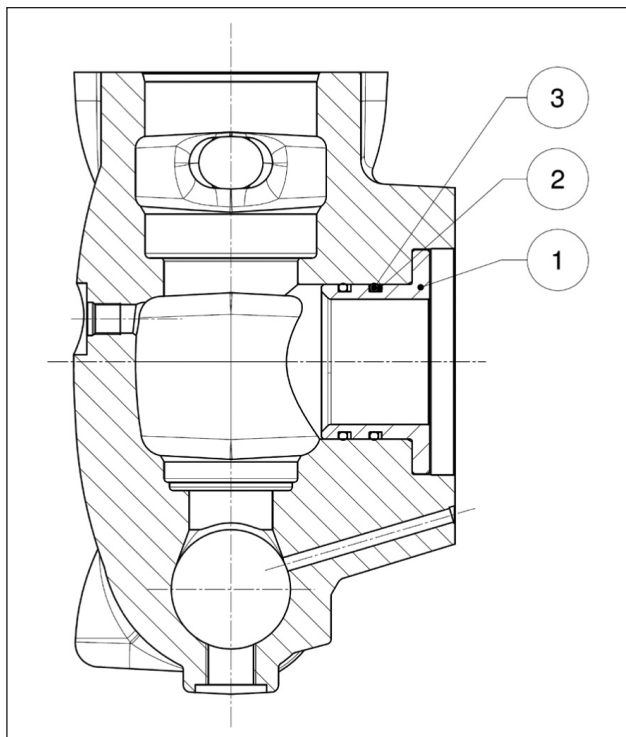
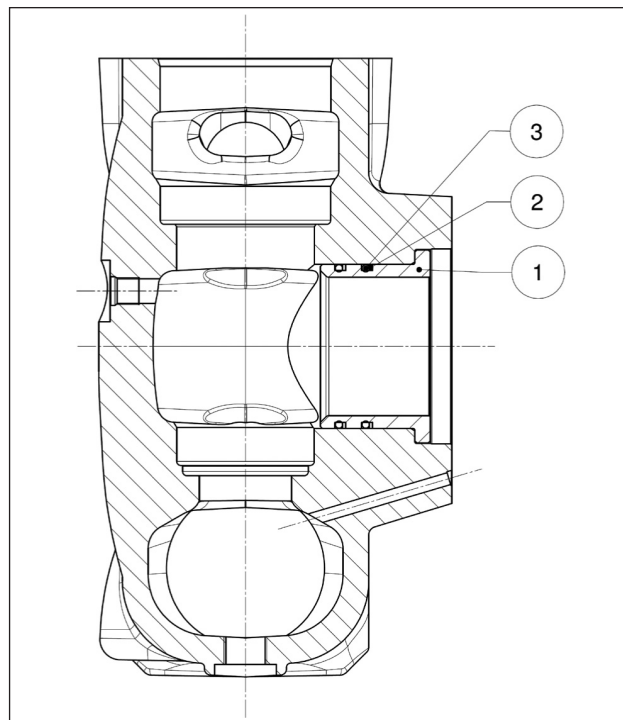

Fig. 148
Fig. 149
La cabeza ya trabajada se ha de ensamblar mediante la introducción de los casquillos (pos. ①) con anillas anti extrusión (pos. ②) y las juntas tóricas (pos. ③) como muestra la Fig. 148 para las versiones con pistón Ø40-45-50 y en Fig. 149 para las versiones con pistón Ø 55-60-65: